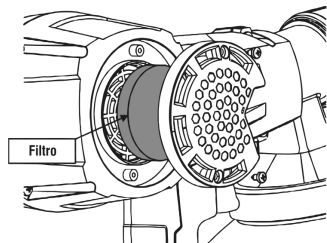

Fig. 8 – Substituição do filtro
- O usuário deve, frequentemente, verificar as condições do filtro que se encontra na lateral da máquina. A boa condição do filtro influencia diretamente no rendimento do equipamento. Para substituí-lo é simples, basta retirar os dois parafusos cabeça tipo phillips, retirar a proteção e trocar o filtro, conforme mostra a Fig. 8.